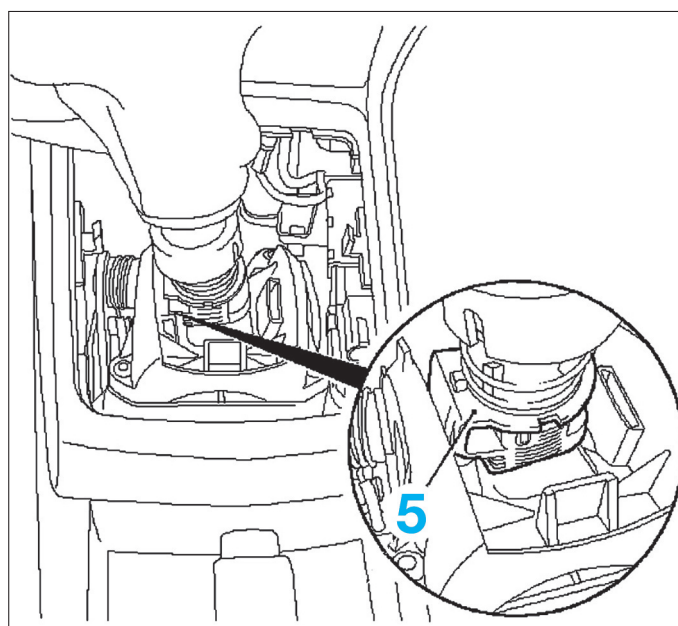

FIG. 14
- Descendre la bague (5) de verrouillage avec le ressort.
- Fixer sur son support, le levier de vitesses dans cette position à l'aide de la bague (5) (fig. 14).
- tirer sur le levier de commande de la boîte de vitesses puis déposer la pîge (6).
- extraire la bague (5) de son support (**fig. 14**).
- pousser la bague (5) et la cliper dans sa position d'origine sous le pommeau.